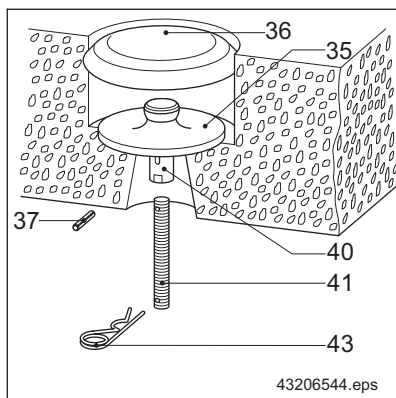

Abb. 13 Verwendung der Bodenplatten
Die Schrauben müssen am Trägerflansch anliegen und senkrecht ausgerichtet sein oder bei sehr schmalen Trägern so nahe wie möglich am Trägerflansch ausgemittelt werden. (Abstand max. 8 mm). Bei sehr schmalen Trägerflanschen kann es in Grenzfällen zum Kollidieren des Federsteckers mit den Klemmbügelschrauben kommen. In diesen Fällen empfehlen wir den Einsatz von Spannstiften, wie in $\Rightarrow$ Abb. 13, Seite 34 vorgesehen. Es ist aber auch möglich die Schrauben der Klemmbügel (26) von unten einzuführen, sodass die Schrauben nicht mit dem Federstecker (43) kollidieren.